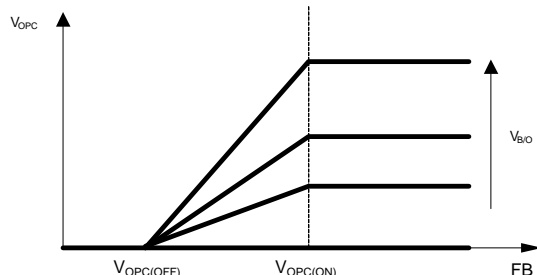

图 7: 补偿电流与 FB 和 B/O 电压的关系
采样电阻的电压上加入了与 B/O 电压成比例的偏移电压。B/O 电压与输入电压成正比。FB 和 B/O 上的电压相关的补偿如图 7 所示。VOPC 可以使用公式 (4) 计算：